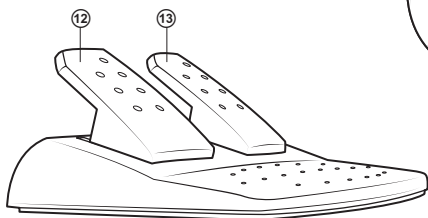

Рис. 3. Блок педалей
- Подключите к устройству блок педалей (рис. 3) с помощью встроенного в блок кабеля к разъему RJ-11 (Ⓜ), а потом подключите манипулятор кабелем USB (Ⓜ) к свободному порту USB компьютера.